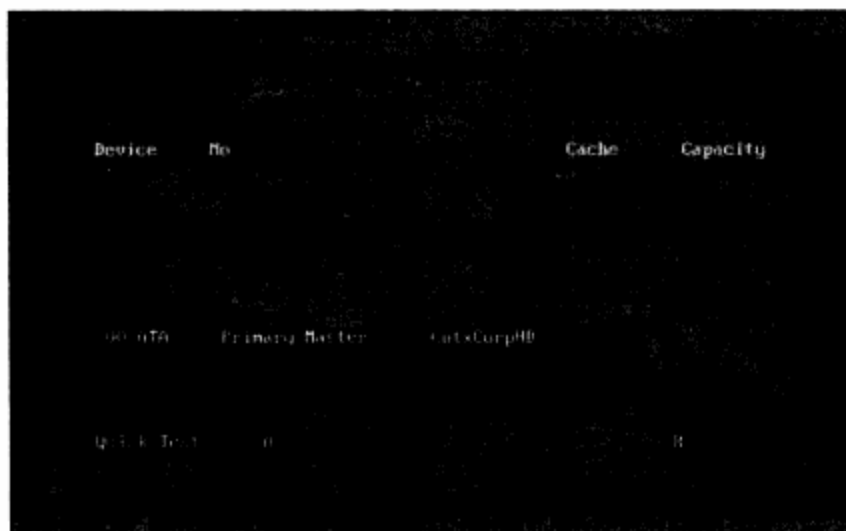

图9-33 Utilities菜单介绍
**步骤 05** 另外DFT还有很实用的功能。如在上面的界面上按Alt+U组合键即可打开Utilities菜单，选择Erase Boot Sector选项可擦除引导扇区，选择Erase Disk选项可擦除硬盘。如图9-33所示。